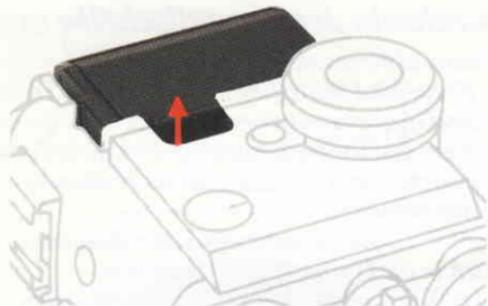

Abb. 34
- Abdeckung nach oben anheben (Abb. 34): Der Lichtschacht entfaltet sich und gibt den Einblick auf Einstellscheibe und Motiv frei. Zugleich wird der Fernrohrsucher abgedeckt.